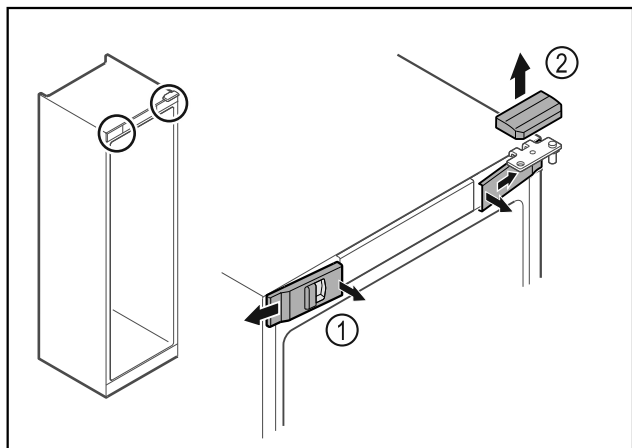

Fig. 18
- Uvolněte uvnitř přední kryty Fig. 18 (1) a sejměte je stranou.
- Horní kryt Fig. 18 (2) odeberte směrem nahoru.